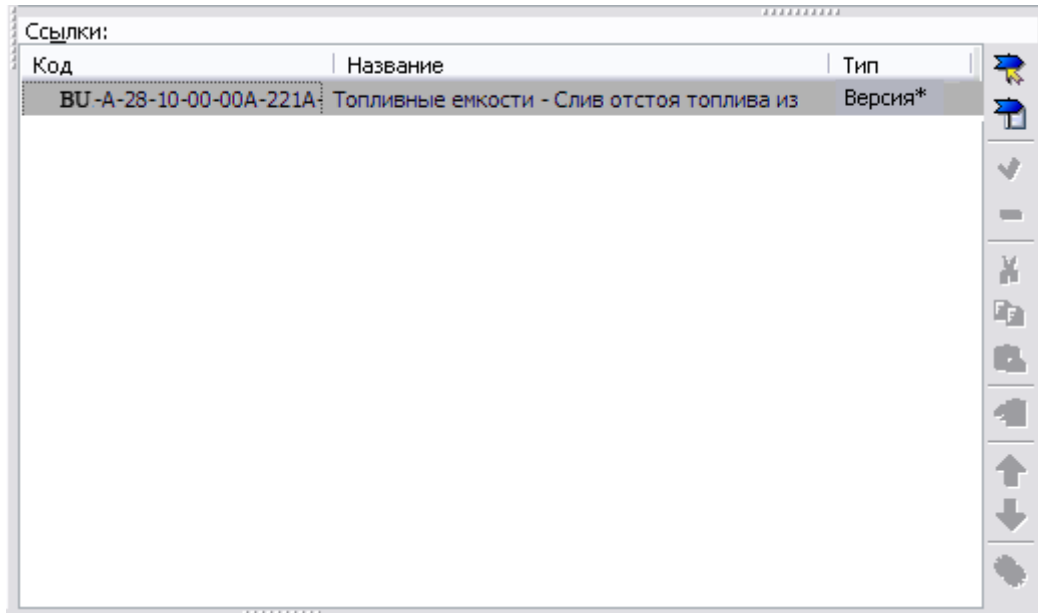

Рис. 9.58
2. Установите ссылку на **версию** модуля данных технологической карты. После этого станет активна кнопка  (Рис. 9.58). У нее изменится название на «Загрузить предварительные требования из выбранного модуля данных».